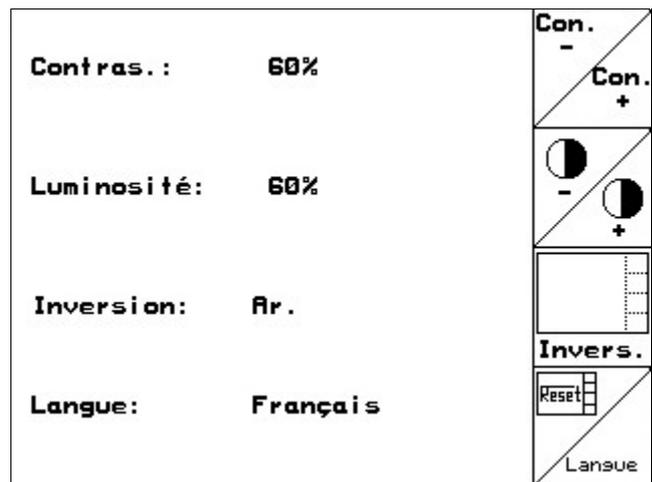

Fig. 62
- Réglages de l'écran (Fig. 62):